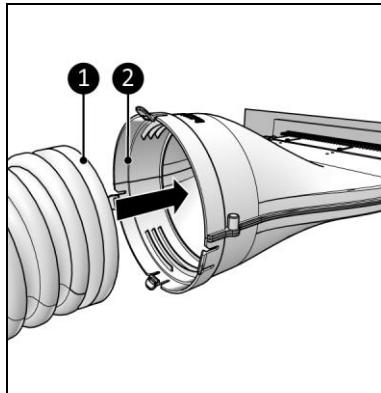

Figure 7
- Avec un système à déclic, pour un tuyau avec un collier (Figure 7, pos. 1).
1. Insérez le tuyau de climatisation (Figure 7, pos. 1) dans la partie principale (Figure 7, pos. 2).